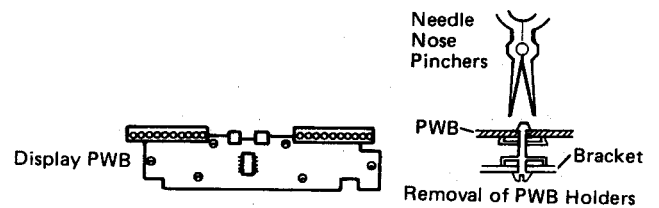

Figure 6-1
- (1) Take off the display PWB while keeping six PWB holders held by a needle nose pinchers. See Fig. 6-1.
(1) Die Anzeige-Leiterplatte entfernen und dabei sechs Leiterplattenhalter mit einer spitzen Zange festhalten. Siehe Abb. 6-1.
(1) Déposer la PMI d'affichage en tenant les six supports de la PMI à l'aide de petites pinces pointues. Fig. 6-1.